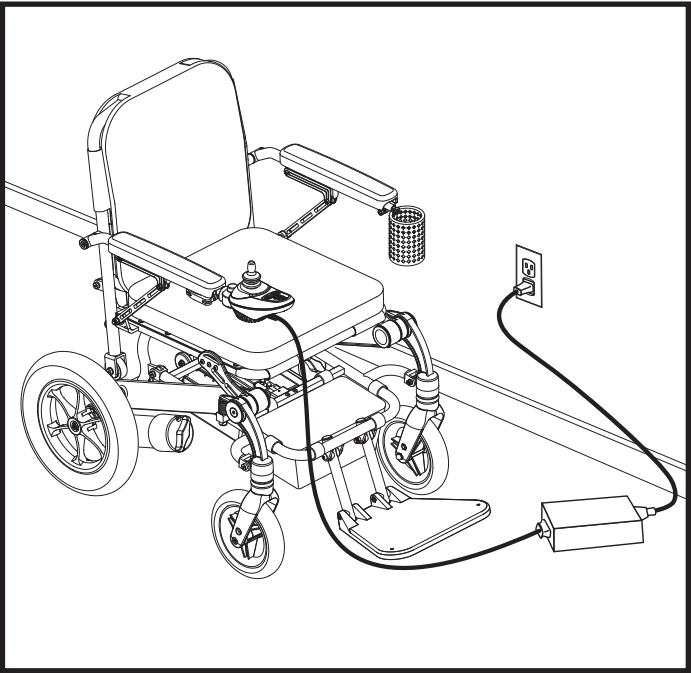

Figure 13. Charge de la batterie à l’aide du chargeur externe
- 4. Branchez le câble du chargeur externe dans le réceptacle de programmation/chargeur sur le contrôleur. **Voir la figure 13.**